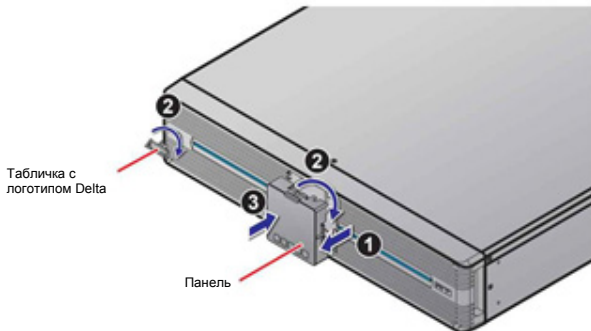

Рисунок 6-4. Поворот панели управления и таблички с логотипом Delta
- 2 Извлеките панель управления **1**, поверните ее и табличку с логотипом Delta на 90° по часовой стрелке **2** и установите на место **3** (см. *Рисунок 6-4*).